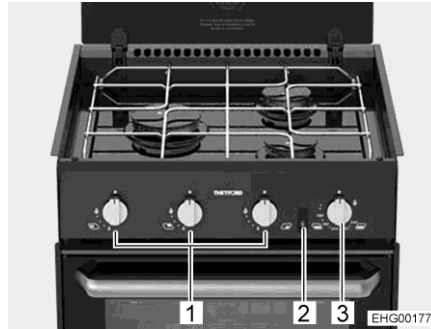
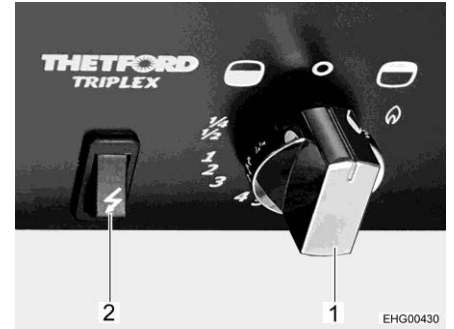

Bild 230 Spis med gaskokplattor
Bild 231 Reglage (gasugn med grill)
- Tryck på vridregulatorn (Bild 230,1) på önskad platta, vrid till tändposition (stor flamma) och håll nedtryckt tills flaman brinner (maximalt i 15 sekunder).
- Tryck vridregulatorn (Bild 230,3 och Bild 231,1) och ställ den moturs (i riktning mot ugn-symbolen "") till maximal ställning.
- Tryck på vridregulatorn (Bild 230,3 och Bild 231,1) under 5 till 10 sekunder. Gasen strömmar till brännaren.
- Tryck på tändaren (Bild 230,2 och Bild 231,2) tills lågan tänds.
- Tryck vridregulatorn (Bild 230,3 och Bild 231,1) och ställ den medurs (i riktning mot grill-symbolen "") till flammans symbol.
- Ställ vridregulatorn (Bild 231,1) på "O". Flammen slocknar.